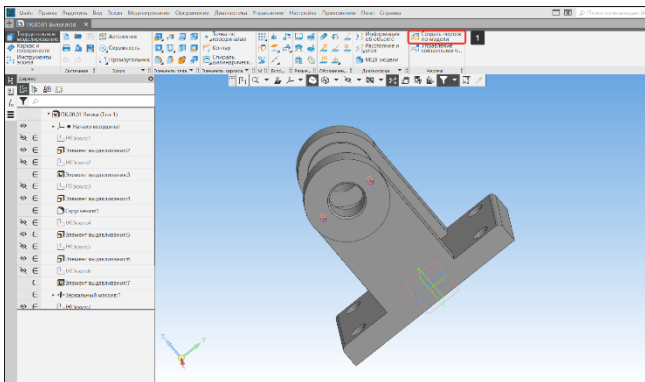

Рисунок 198 – Команда Создать чертеж по модели
- В панели Чертеж выберем команду Создать чертеж по модели (1) (Рисунок 198);